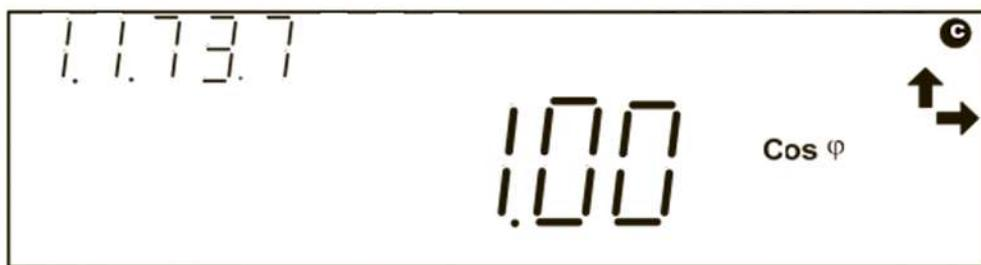

Рис. 13
5.1.2.7 Формат отображения на ЖКИ коэффициента мощности по каждой фазе, с указанием номера фазы, и по сумме фаз должен соответствовать рис. 13.